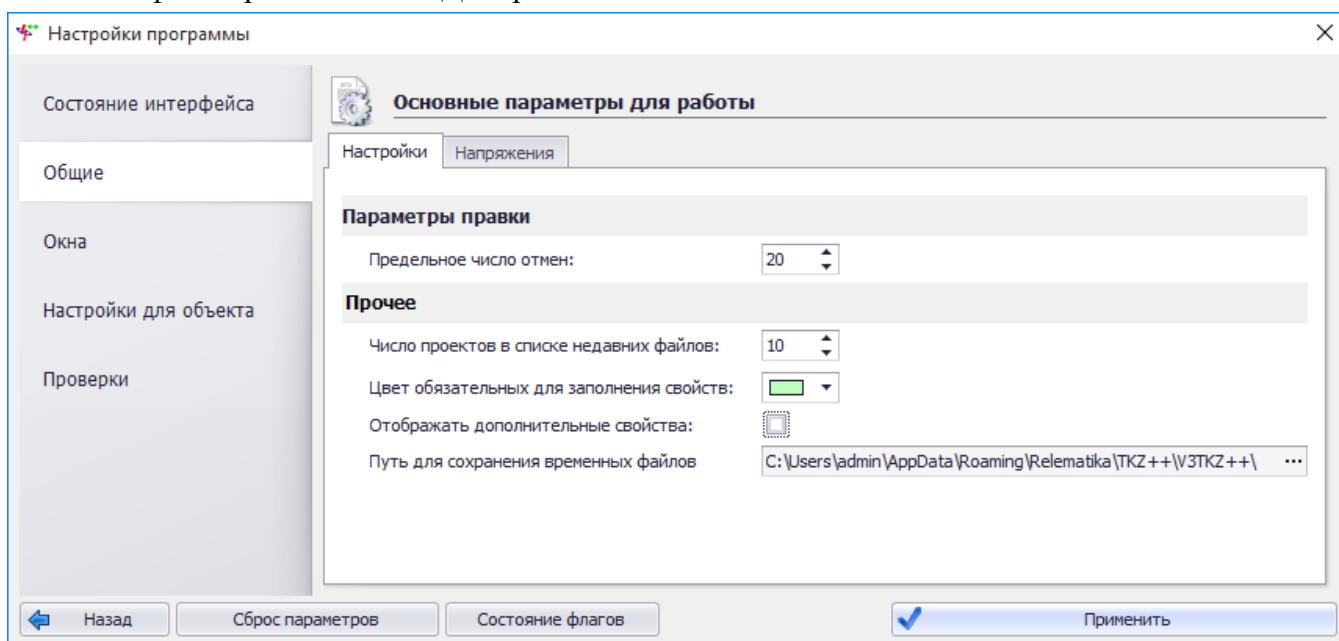

Рисунок 3.57
- вкладка «Настройки» (рисунок 3.57) позволяет установить: